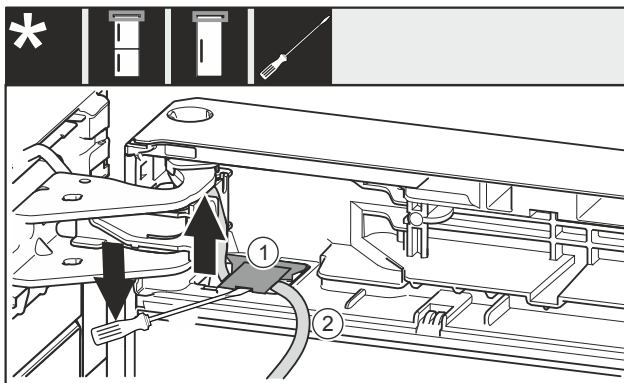

Fig. 23
- ▶ Mit Schlitzschraubendreher die Abdeckung Fig. 23 (1) anheben und herausziehen.
- ▶ Kabel Fig. 23 (2) herausziehen.